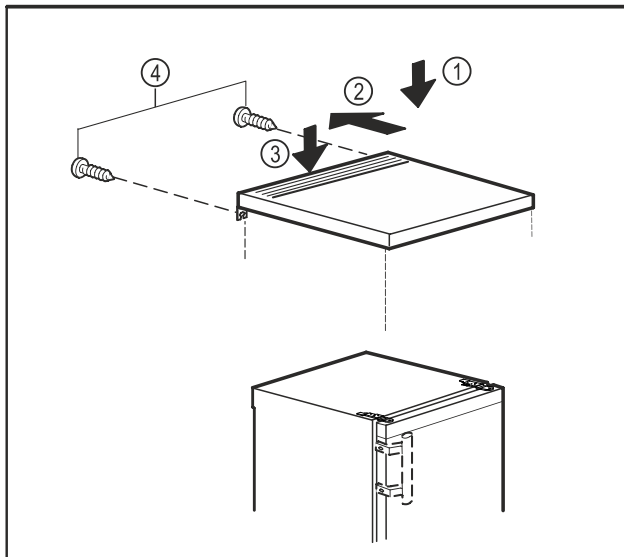

Fig. 10
- Položte dosku stola na zariadenie. Fig. 10 (1)
- Posuňte dosku stola nadol. Fig. 10 (2)
- Zatlačte dosku stola dozadu. Fig. 10 (3)
- Zaskrutkujte skrutky na zadnej strane. Fig. 10 (4)